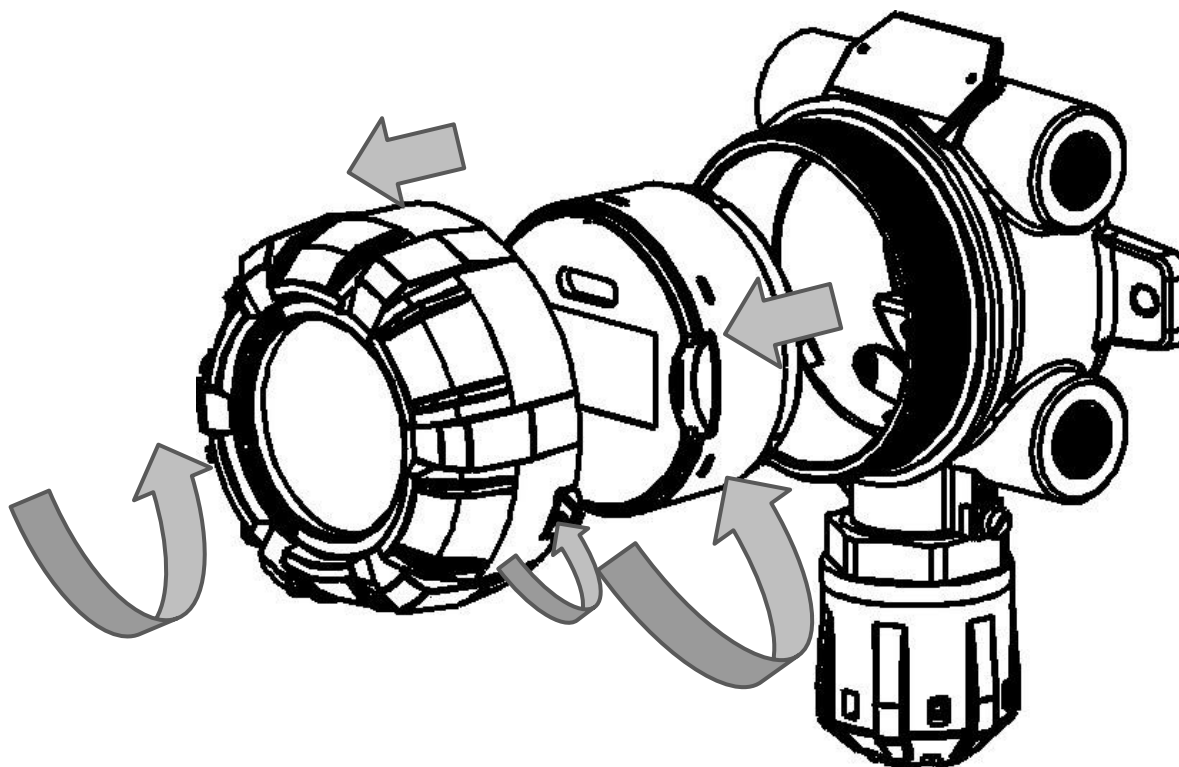

Рисунок 12– Схема разбора AXIOM
- 1) Открутить стопорный винт в крышке газоанализатора (рис.12).